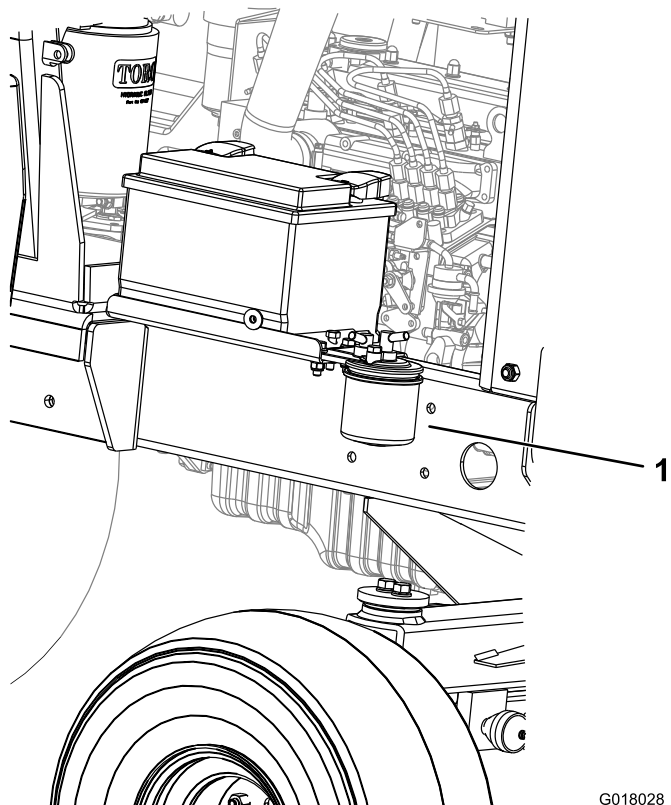

Figura 57
1. Coloque un recipiente limpio debajo del filtro de combustible (Figura 57).